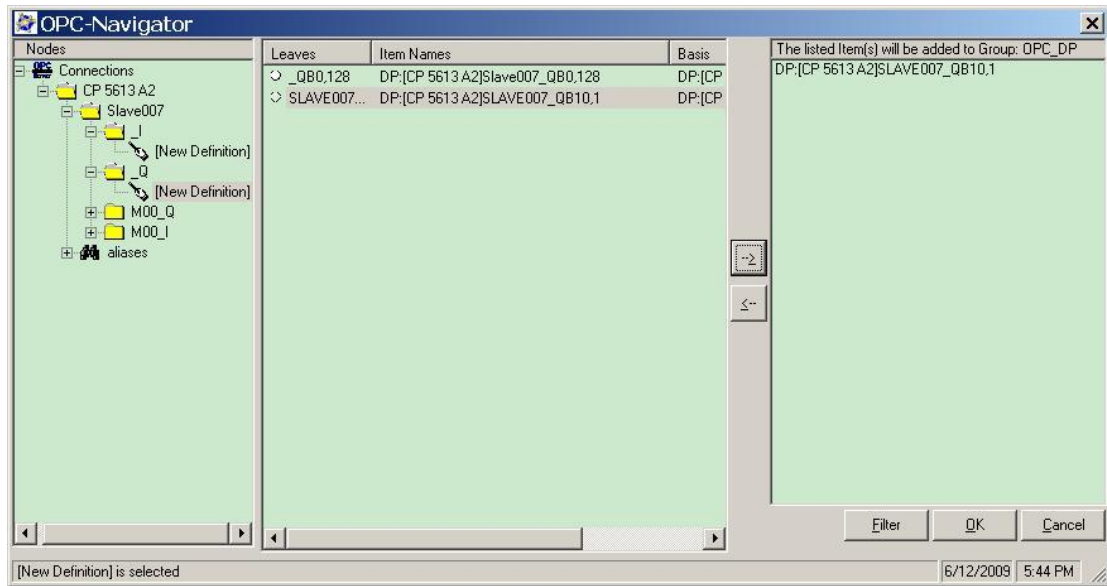

图 31 添加条目
4. 在“Define New Item”中点击确认后，新定义的条目即显示在 OPC Navigator 的中间窗口。点击“→”就可将此条目移到 OPC-Navigator 的右侧窗口，再点击“OK”就可将此条目连接到 OPC Server。如图 31。